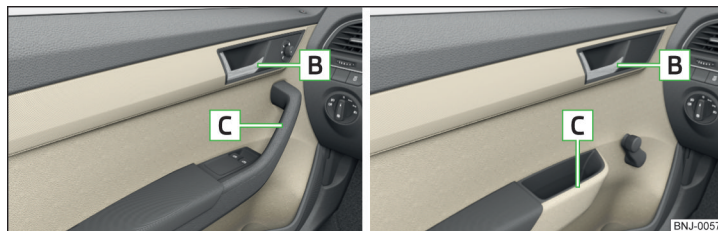

Fig. 34 Maneta pentru deschiderea portierei - Varianta 1/varianta 2
- » Pentru **deschiderea din interior**, trageți de maneta de deschidere a portierei **B** » fig. 34 și împingeți portiera.